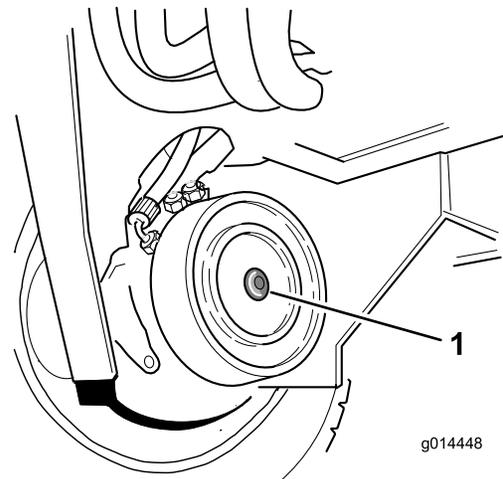

Figura 45
5. Serrate la vite di arresto nel foro filettato del pistone del freno fino a sbloccare il freno (Figura 45).